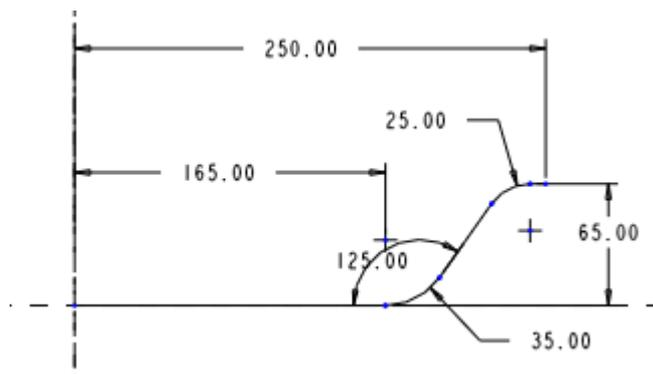

图 56-4
- (3) 单击【草绘】，进入草绘工作环境，如图 56-4 所示绘制旋转中心线和旋转截面。